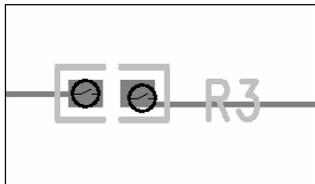

图 15-23 错误标志的显示
(4) 被检测到的错误的坐标位置将在“位置”列表框中显示,相应错误的解释在“解释”列表框中显示。
(5) 单击选择在“位置”列表框中显示的相应错误,则与之相对应的当前设计中的错误发生位置的标志以高亮颜色显示。
(6) 相应错误的解释在“解释”列表框中显示。图 15-23 所示的错误标志的含义是该网络没有添加任何测试点,故这里以连接错误标志显示。